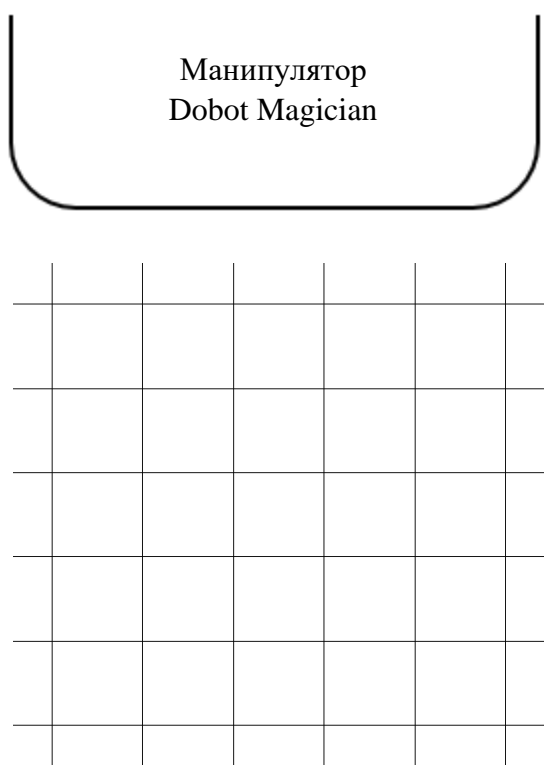

Рис. 5. Фрагмент листа в рабочей области манипулятора
3. Разместите перед манипулятором и закрепите при помощи скотча листы на таком расстоянии от манипулятора, чтобы все клетки попали в его рабочую зону (рис. 5).